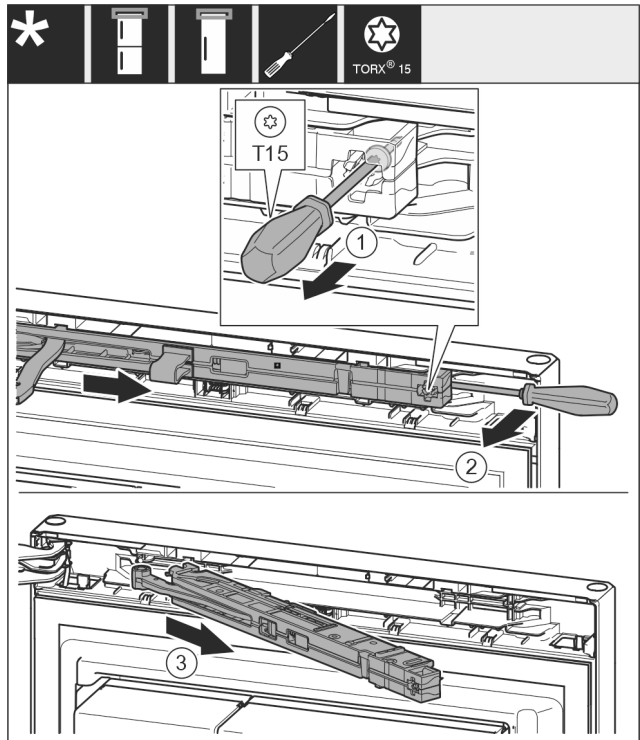

Fig. 10
- ▶ Ослабьте винт на узле амортизатора закрывания двери с помощью отвертки T15 примерно на 14 мм. Fig. 10 (1)
- ▶ При помощи отвертки со стороны ручки переместите за узел амортизатора и поверните узел вперед. Fig. 10 (2)
- ▶ Извлеките узел амортизатора. Fig. 10 (3)